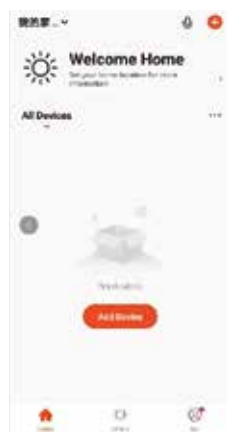

FIG.1
1. Utworzyć konto i zalogować się (RYS. 1).